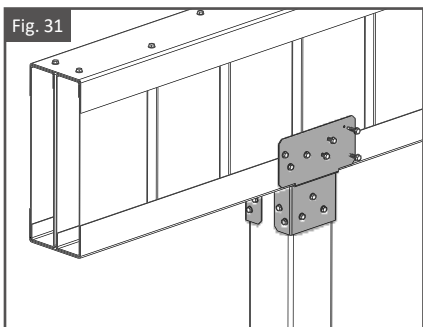

Fig. 32
- Le surplomb maximum permis de poutre double à poteau est de 24 po [610 mm], comme illustré à la fig. 32.